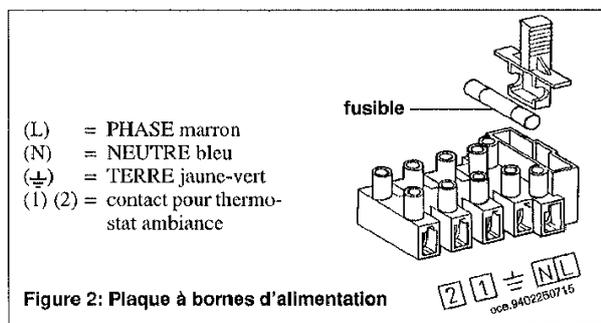

Figure 2: Plaque à bornes d'alimentation
- Le fusible, du type rapide 2A, est incorporé dans la plaque à bornes d'alimentation (Figure 2).